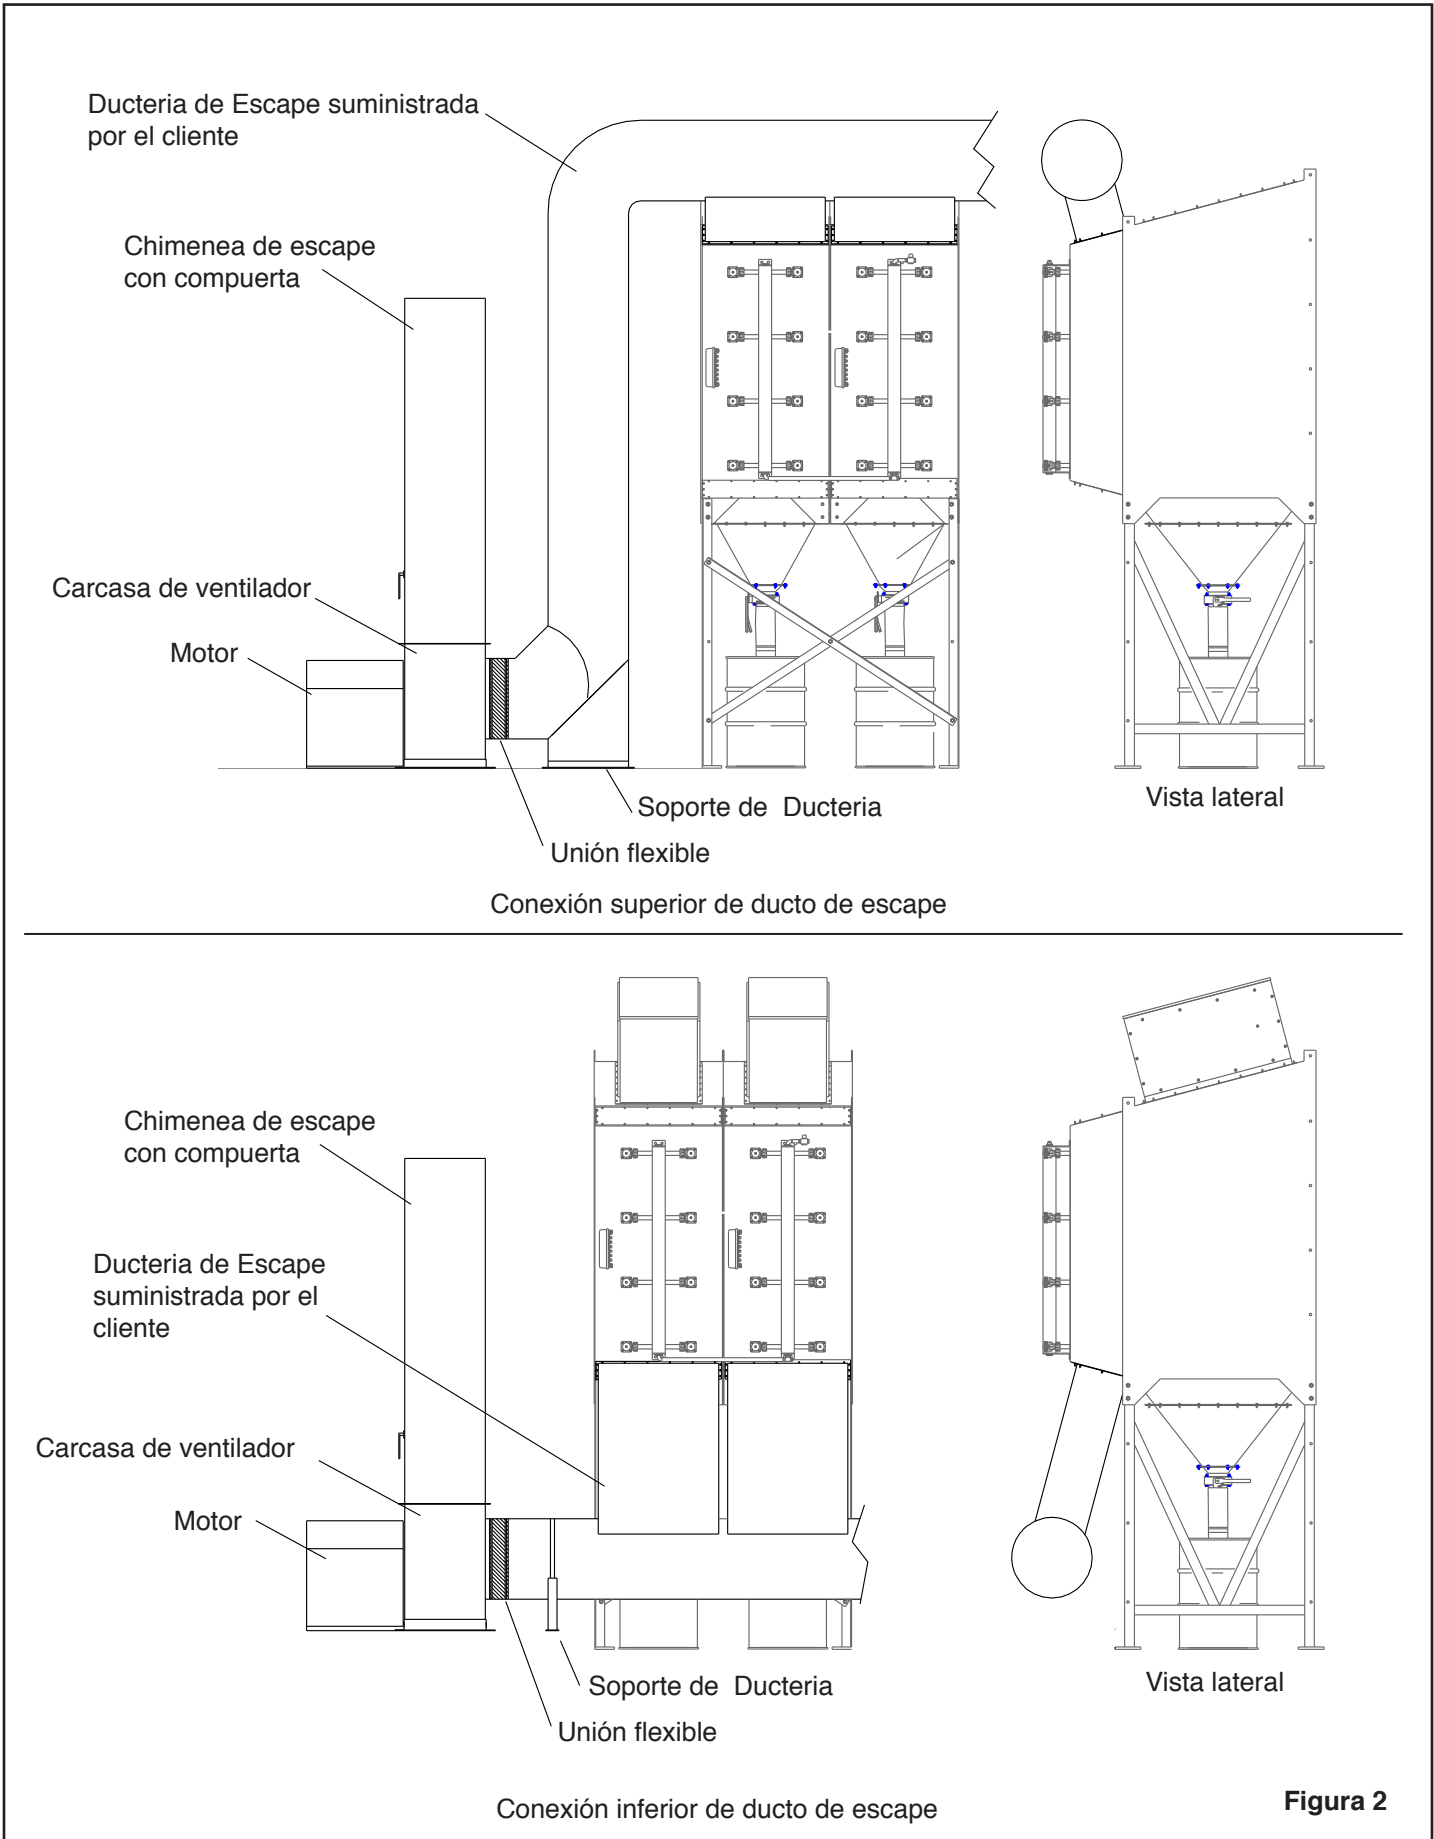

Figura 2
2.6.3.1 La ilustración en la Figura 2 muestra una ducteria típica y la configuración para un generador de succión. La ilustración es solamente para referencia y no debe usarse para fabricar ducterias específicas.